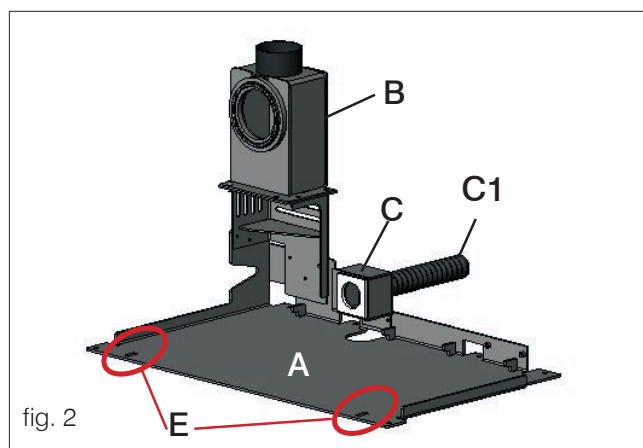
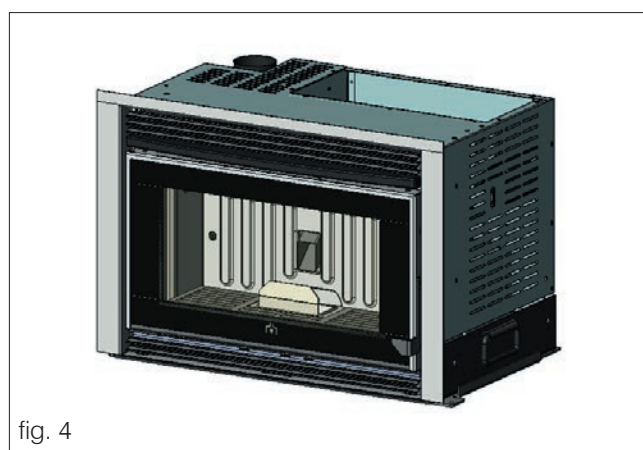

fig. 2
fig. 4
- Fissare la piastra di base (A - fig. 2) sul basamento tramite fori posizionati sul perimetro della piastra (X - fig. 5) mediante bulloni.
- Riposizionare l'inserto (fig. 4) facendolo scorrere sulla piastra di base (A - fig. 2) fino a fine corsa (l'inserto dovrà incastrarsi nelle due asole (E - fig. 2) presenti nella parte anteriore della piastra di base (A - fig. 2), facendo attenzione al di cavo di alimentazione che non venga schiacciato tra le due piastre.